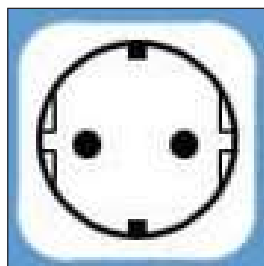

fig. 24 - prise Schuko
- une prise murale Schuko avec mise à la terre et une protection séparée (fig. 24);